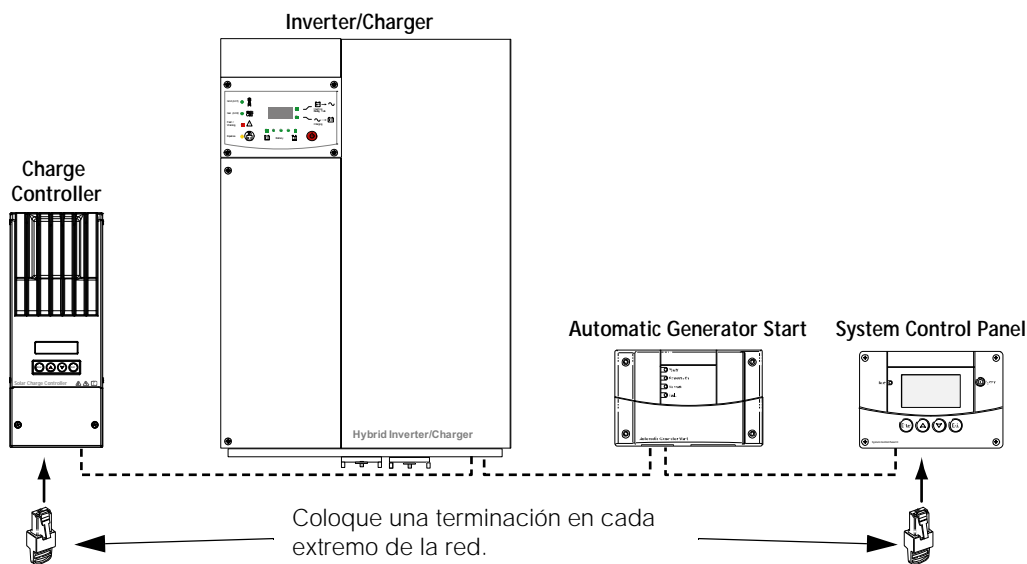

Figura 2-7 Diseño de la red Xantrex Xanbus
Cada dispositivo de la red está conectado con cables Xantrex Xanbus de distintas longitudes, tal como aparece en la Figura 2-7.
5. Introduzca una terminación en el puerto de red abierto del dispositivo con tecnología Xantrex Xanbus de cada extremo de la red. Consulte la Figura 2-7.
Conecte los cables de sincronización de CA siguiendo el mismo diseño de cadena que los cables de red Xantrex Xanbus (consulte la Figura 2-7). No es obligatorio usar terminaciones de red en las conexiones de sincronización de CA.